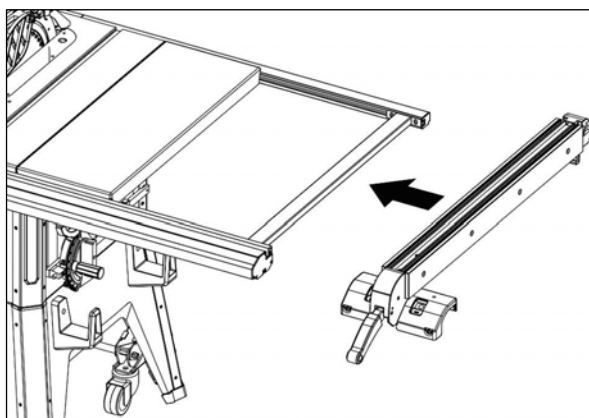

Рисунок 29.
- Аккуратно установите параллельный упор так, чтобы опорный кронштейн захватил заднюю направляющую планку (рис. 29).